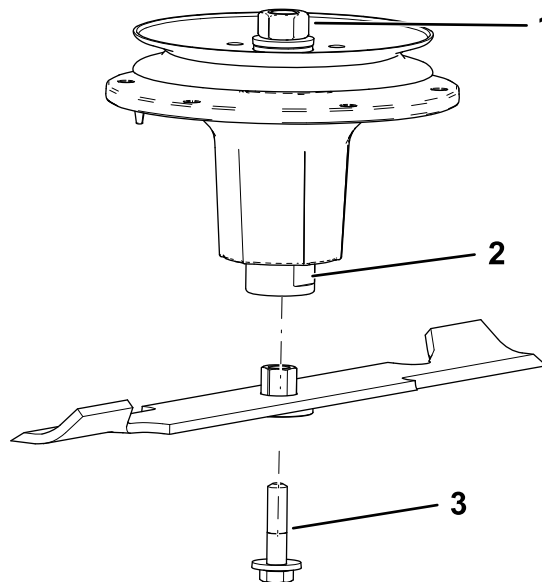

図 74
2. スピンドルシャフトにブッシュ・ブレードアセンブリを取り付ける図 74。